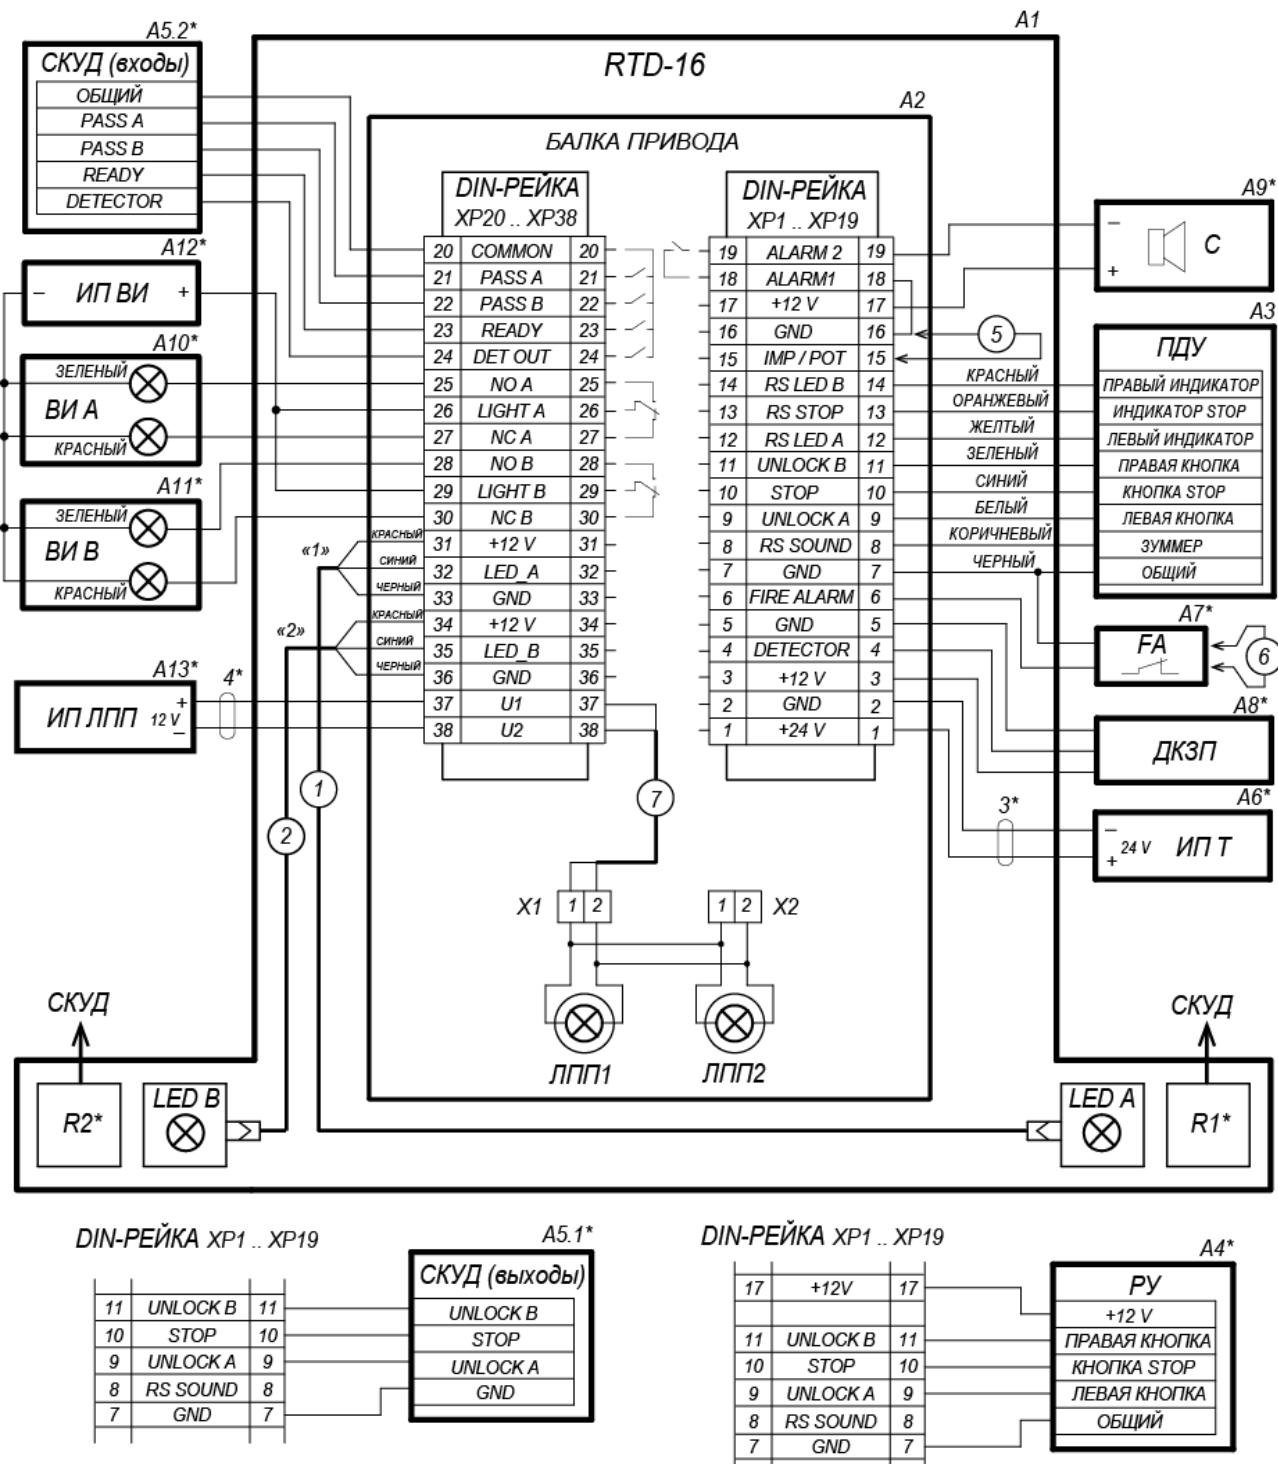

Рисунок 21. Схема подключения турникета и дополнительного оборудования¹
21. Для верхней прокладки кабелей между двумя турникетами, стоящими вплотную друг к другу, используются швеллеры из комплекта поставки (см. рис. 21). При установке швеллеров предварительно нужно снять вставки защитные. Швеллер большего размера должен быть сверху.